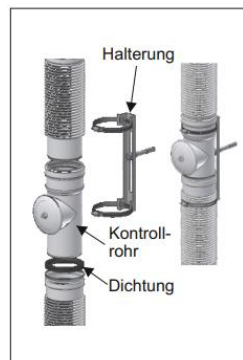

Bild 7
4. Führen Sie die Steckseite des flexiblen Rohres in die Muffe des Kontrollrohres ein. Sichern Sie diese Verbindung mittels der mitgelieferten, temperaturbeständigen Kabelbinder an der Halterung. (Bild 7)